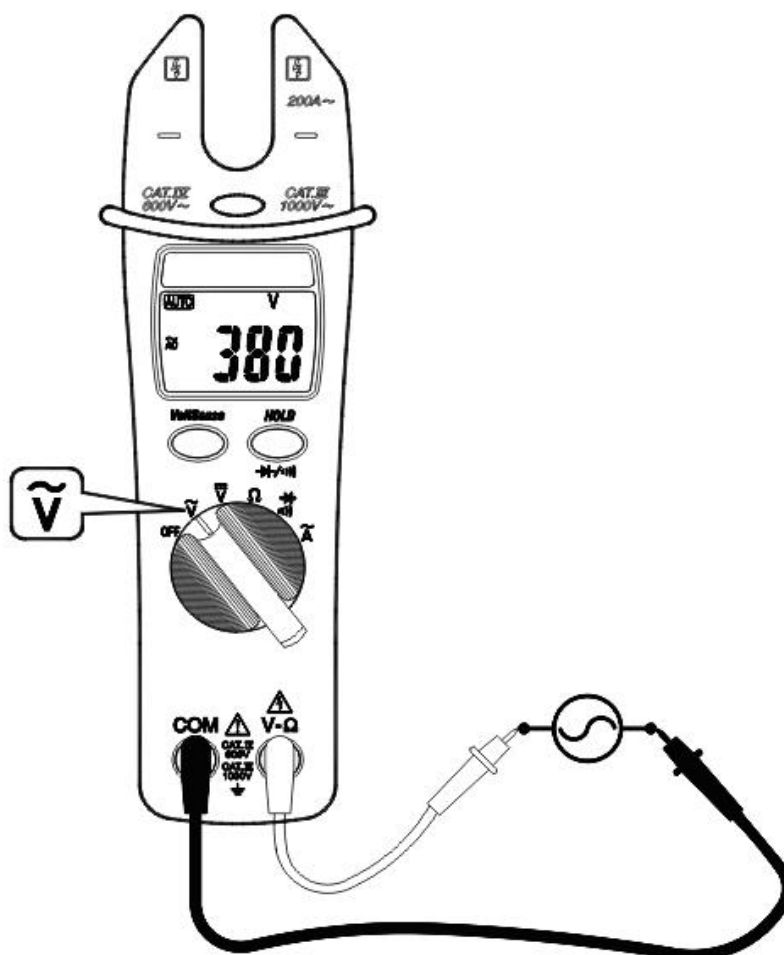

Fig. 3: Forbindelse ved AC spændingsmåling
3. Forbind de to testpinde til måleobjektet (se Fig. 3) og aflæs værdien i displayet.